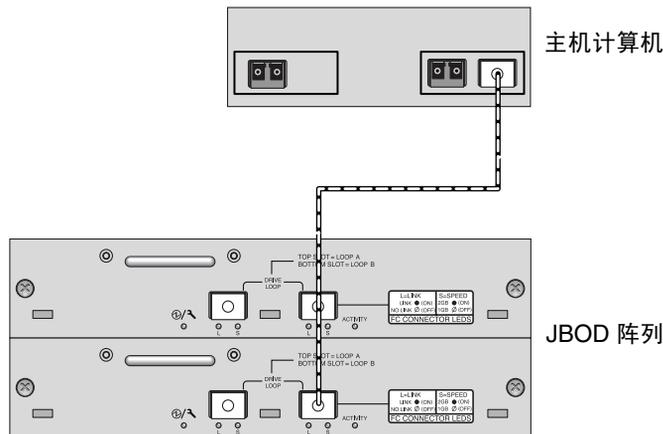

图 B-2 挂接到单个 HBA 端口的 Sun StorEdge 3510 FC JBOD Array
- 检查后面板。Sun StorEdge 3510 FC JBOD Array 的后面板如图 B-2 中所示。有关 Sun StorEdge 3510 FC RAID Array 的后面板的说明，请参见图 4-3。
可以将 Sun StorEdge 3510 FC JBOD Array 连接到 FC 端口、单端口 HBA 的端口，或者双端口 HBA 的单端口上。图 B-2 的实例显示了带有 12 个驱动器的 Sun StorEdge 3510 FC JBOD Array，它通过单回路连接到单个 FC 端口再连接到主机计算机。此例中，该端口是双端口 HBA 的两个端口之一。
使用光缆将 Sun StorEdge 3510 FC JBOD Array 连接到主机计算机上的一个或两个 HBA 端口，如图 B-2 和图 B-3 所示。